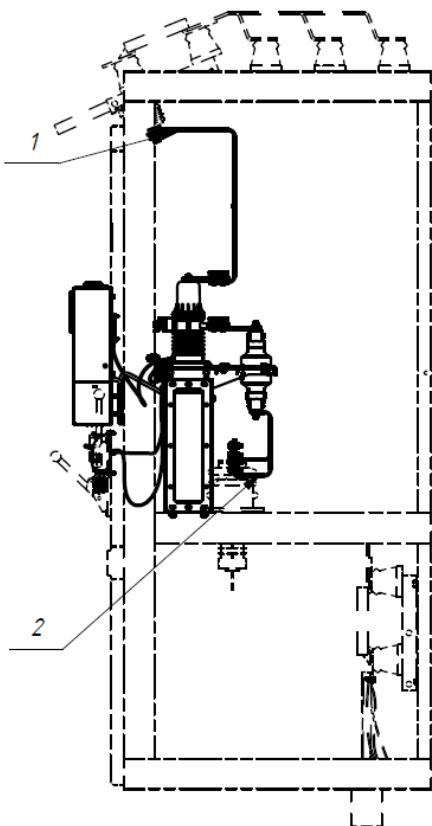

Рис.6.3. Подключение клемм испытательного оборудования
- подсоединить клеммы испытательного оборудования (РЕТОМ-21 или аналогичное) в точках 1, 2 указанных на Рис.6.3